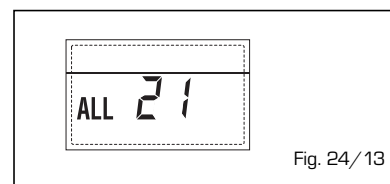

Fig. 24/13
- INTERVENCIÓN TERMOSTATO DE SEGURIDAD SEGUNDA ZONA MEZCLADA "ALL 22" (fig. 24/14)